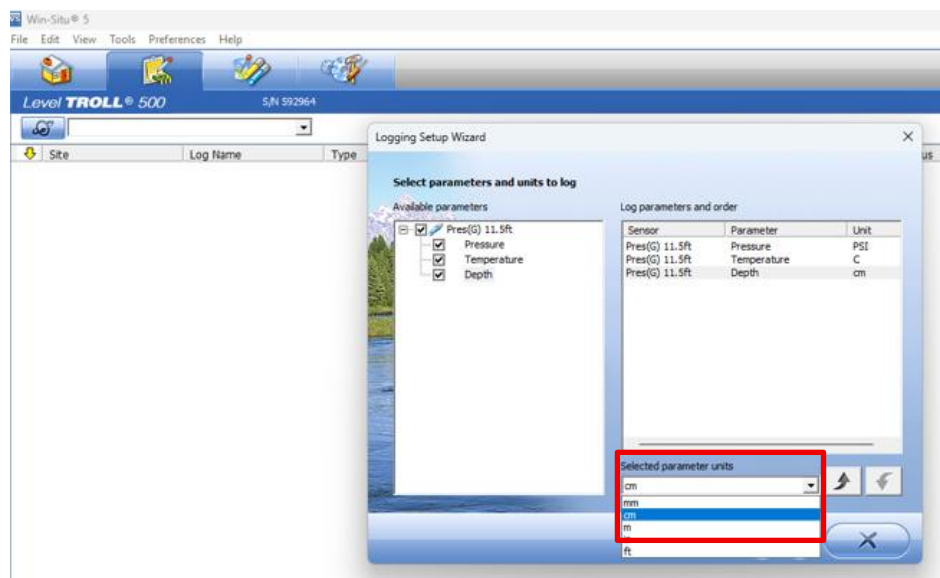

Figura 5: configuración de la presión en centímetros.
- e) Configure el parámetro de nivel con la unidad centímetros (Figura 5.) y presionar el botón siguiente